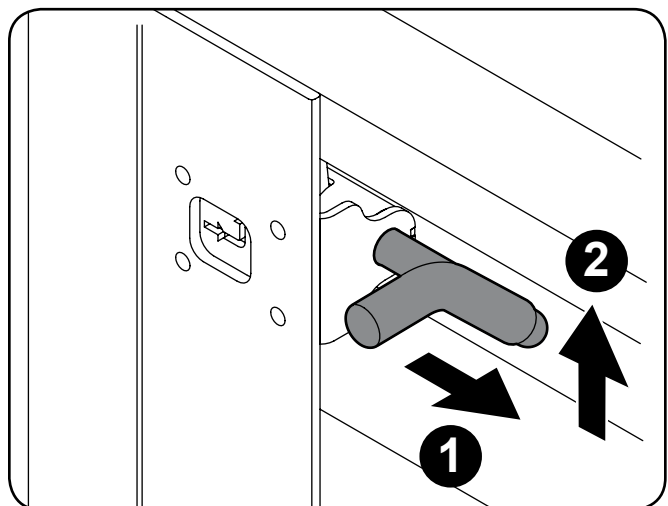

Figura 4-6
3. Si el UV está equipado con una caja de carga de aluminio, desenganche la puerta trasera desde la caja de carga. Consulte "Figura 4-6".
1. Quite los enganches de la puerta trasera y de los costados. Consulte "Figura 4-6".
2. Quite los enganches de la puerta trasera y de los costados. Consulte "Figura 4-6".